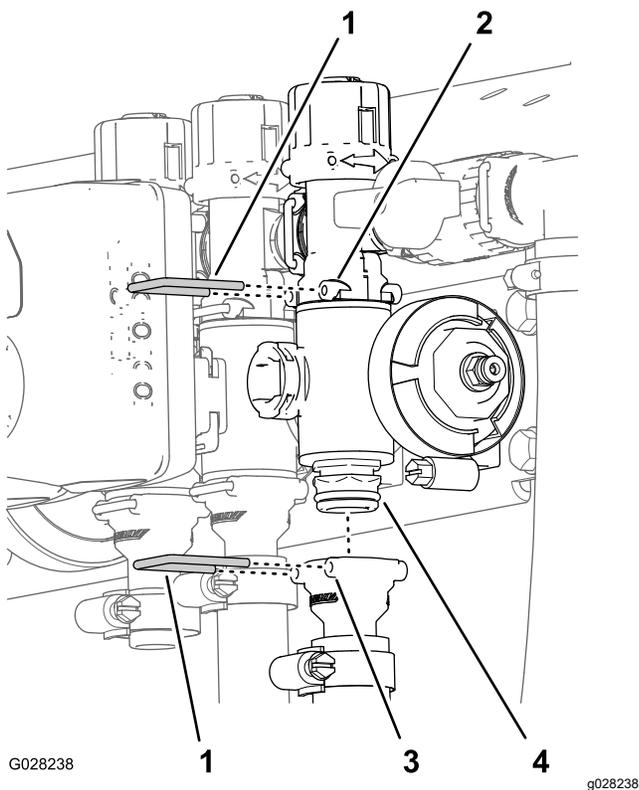

図 75
2. 出口フィッティングを個別ブームバルブ用マニホルドに固定しているリテーナ、およびバルブマニホルドをバイパスフィッティングに固定しているリテーナを外す 図 75。